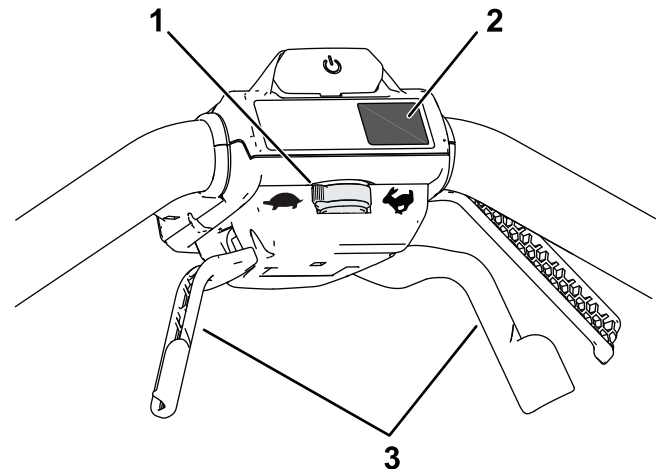

Bild 12
- Um die Geschwindigkeit des Selbstantriebs einzustellen, verstellen Sie den Geschwindigkeitsregler (Bild 12).
- Einkuppeln des Selbstantriebs: Ziehen Sie die Selbstantriebsbügel zum Holm und halten Sie diese in dieser Stellung fest (Bild 12).
Drücken Sie die Taste MAX unterhalb der Ein-Taste, um die Maschine auf die MAX Drehzahl einzustellen (Bild 12).